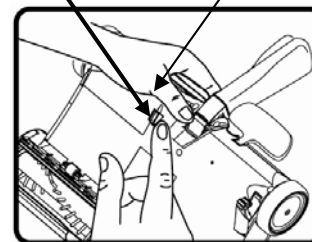

Fig. 3
3. Presione la traba y levante la tapa del compartimiento de la batería. (Fig. 3 y Fig. 4)